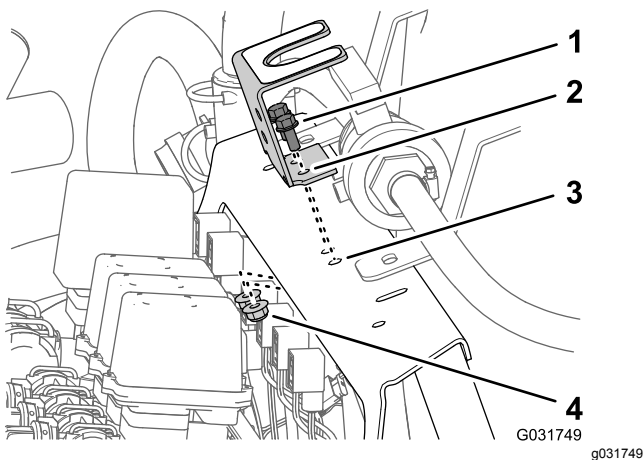

**Figura 37**
3. Retire os 2 parafusos de cabeça flangeada (5/16 x 5/8 pol.) que prendem a válvula esférica ao suporte de montagem para a válvula esférica (Figura 37).